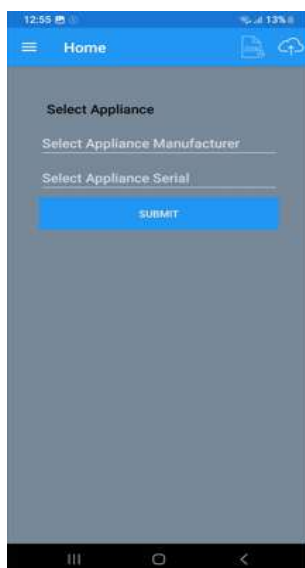

图 33 移动应用程序主屏幕
- 移动应用程序主屏幕如图 33 所示，点击“连接”按钮从数据记录器下载数据。.